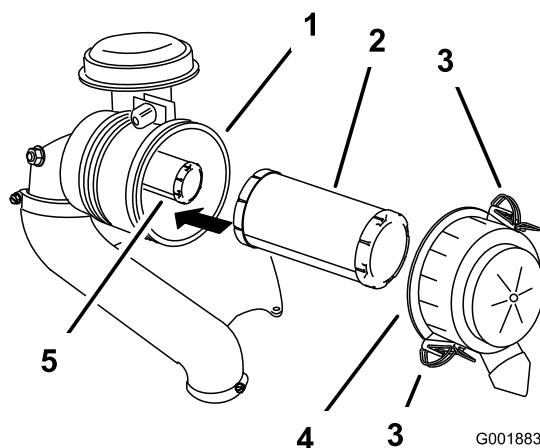

Figura 56
- Abra los cierres del limpiador de aire y tire de la tapa de la entrada de aire para separarla del cuerpo del limpiador de aire (Figura 56).
- Extraiga con cuidado el filtro primario de la carcasa del limpiador de aire (Figura 56).
2. Si va a cambiar el filtro interno, deslícelo cuidadosamente en el cuerpo del filtro (Figura 56).
3. Deslice cuidadosamente el filtro primario por encima del filtro de seguridad (Figura 56).
4. Instale la tapa del limpiador de aire y fije los cierres (Figura 56).